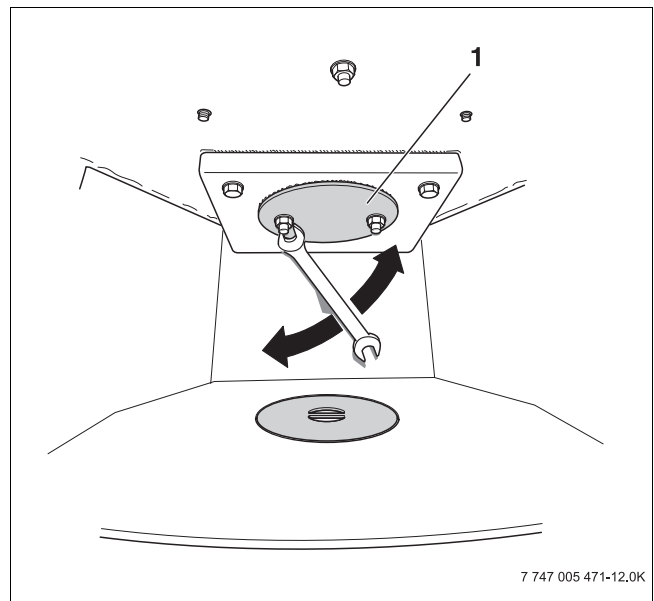

Fig. 14 *Rimozione della piastra di copertura (vista con porta dello scomparto di stoccaggio legna aperta)*
- ▶ Montare il tronchetto dell'aria comburente dall'apertura inferiore dell'aria comburente (→ fig. 14).